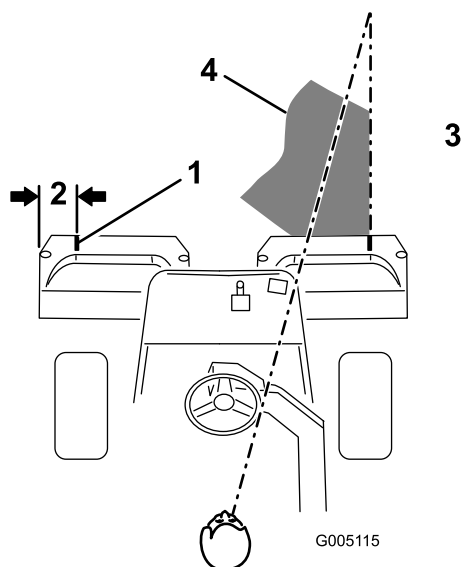
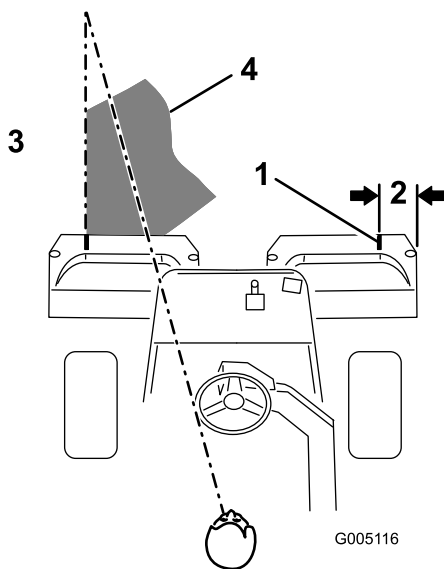

Figure 31
Figure 32
2. Placez une bande de papier blanc ou un trait de peinture sur chaque bac parallèlement à son bord extérieur (Figure 31).
3. Minimisez le chevauchement de la passe précédente lors de la passe de retour. Pour vous aider à conserver une ligne droite en travers du green et à maintenir la machine à égale distance du bord de la passe précédente, établissez une ligne de vision imaginaire à environ 1,8 à 3 m en avant de la machine jusqu'au bord de la partie non coupée du green (Figure 31 et Figure 32). Certaines personnes trouvent utile de faire passer la ligne de vision par le bord extérieur du volant, c.-à-d. de maintenir le bord du volant aligné avec un point se trouvant toujours à la même distance par rapport à l'avant de la machine (Figure 31 et Figure 32).